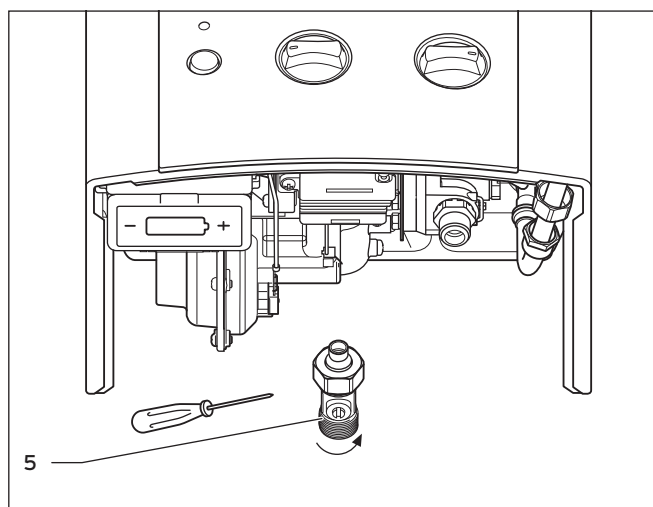

Fig. 4.6 Puesta fuera de funcionamiento
- Cierre la llave de paso de la conexión del agua fría (5) como se muestra en la Fig. 4.6.